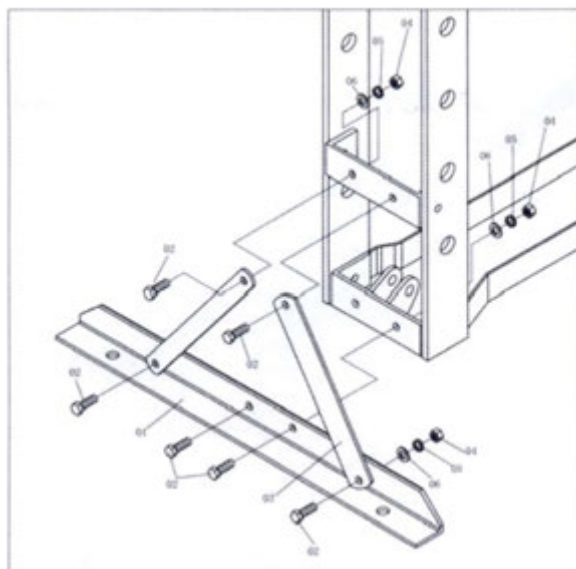

Figure 2
- **Attaché la section du pied (01) et le support (03) à gauche et à droite de la plaque de couplage (30) utilisant boulons (02), rondelle (06), rondelle frein (05) et écrou (04).** (figure 2)